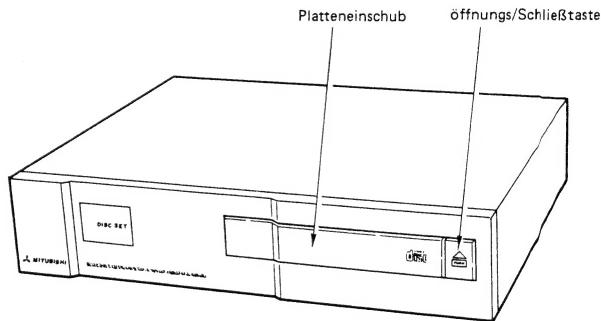

Abb. 9
1) Das HF-Signal von den Testpunkten TP201 HF und TP202 GND auf Leiterplatte PB-1 an Eingang CH-1 (Kanal 1) und das TE-Signal (Tracking Error = Abtastfehler) von Testpunkt J206 1 auf Leiterplatte PB-1 an Eingang CH-2 (Kanal 2) des Synchroskops legen. Das Signal für CH-1 (HF) als Triggersignal verwenden und beide Kanäle auf 1 V/Teilung, 0,5 μ s/Teilung bzw. 0,2 V/Teilung und 10 ms/Teilung einstellen.
2) Stromversorgung durch Drücken der Taste **POWER ON** an der Steuereinheit einschalten. Danach die Öffnungs/Schließtaste (PUSH) am CD-Spieler drücken und die Testplatte (Typ 3 oder 4) in den Platteneinschub einsetzen (Abb. 9).